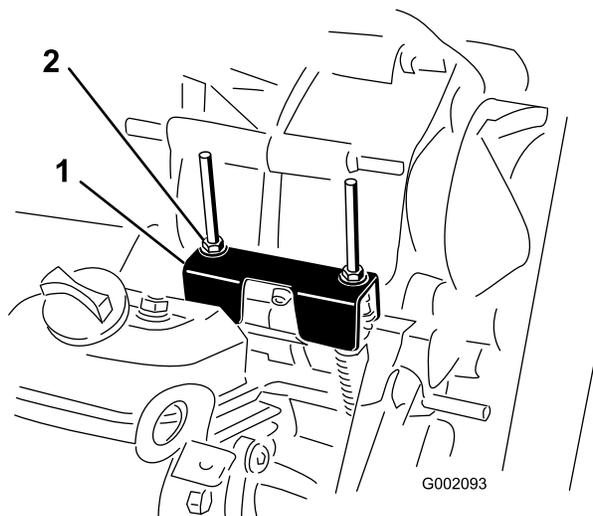

Figura 35
Sempre que for necessário efectuar operações de manutenção programada e/ou diagnósticos do motor, deverá colocar a alavanca de mudanças na posição de ponto morto (Figura 35). A alavanca de mudanças do veículo possui uma posição de ponto morto que controla a posição neutra do eixo transversal. Deverá executar as seguintes operações para se certificar de que a alavanca de mudanças controla a posição neutra do eixo transversal de forma correcta:
2. Certifique-se de que o suporte neutro está na posição neutra (nível do suporte do cabo ao capot situado por baixo do suporte das mudanças), rodando a embraiagem (Figura 35). O veículo não deve andar, nem para a frente, nem para trás. Se isso acontecer, coloque manualmente a embraiagem na posição neutra.
3. Aperte uma das porcas de bloqueio (Figura 35) para atingir uma folga de 0,76 a 1,5 mm.